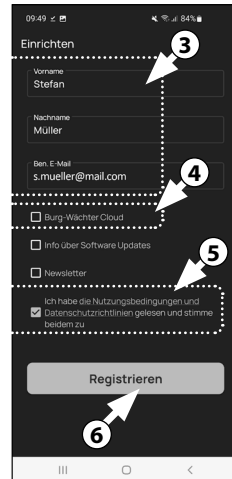

Abb. 3
- Geben Sie Ihren Namen und eine Mailadresse ein (Abb. 3).
- Wählen Sie den Punkt: „BURG-WÄCHTER Cloud“, dieser ist für die Einrichtung nicht erforderlich und kann daher zunächst vernachlässigt werden (Abb. 3). Eine Erklärung zu diesem Thema erhalten Sie in der Hauptanleitung auf unserer Webseite (siehe Link auf der Titelseite).
- Lesen Sie sich die Nutzungsbedingungen und Datenschutzrichtlinien durch und stimmen Sie diesen zu (Abb. 3).
- Tippen Sie auf „Registrieren“ (Abb. 3).